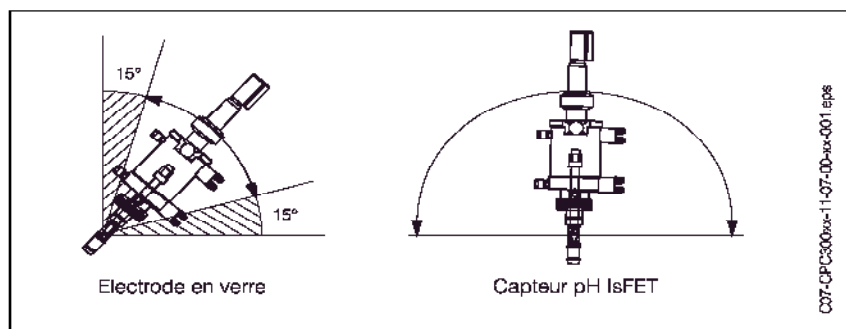

Fig. 4 : gauche : pour les électrodes en verre, l'angle de montage doit être d'au moins 15° par rapport à l'horizontale et la verticale
- **Sonde avec électrodes en verre** : monter la sonde avec un angle de montage d'au moins 15° par rapport à l'horizontale et la verticale (voir fig. 4).